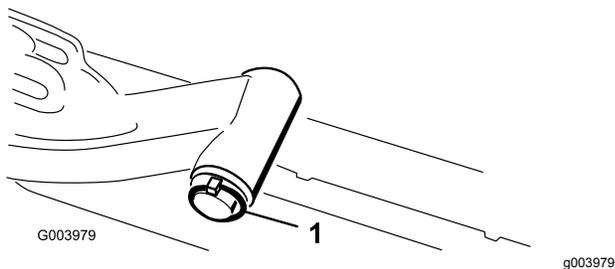

Рисунок 12
- A. Снимите шплинт и шайбу, которые крепят ось поворота подъемного рычага к подъемному рычагу, и снимите ось поворота с подъемного рычага (Рисунок 12).
С. Вставьте ось поворота подъемного рычага в подъемный рычаг и зафиксируйте шайбой и шплинтом (Рисунок 12).